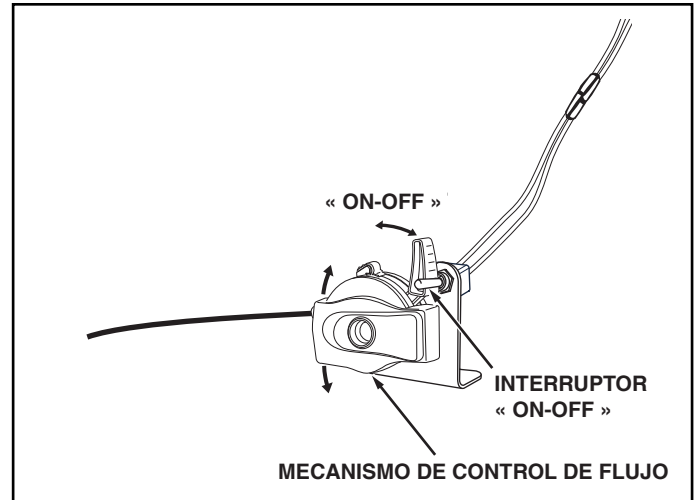

FIGURA 11
23. Mueva la palanca del mecanismo de control de flujo a la posición "OFF". Con esto, el interruptor "ON-OFF" deberá apagarse. Si esto no ocurre, afloje el control y gírelo lo suficiente para que la palanca del mecanismo de control de flujo, cuando se mueva a la posición "OFF", apague el interruptor. Vea la figura 11.